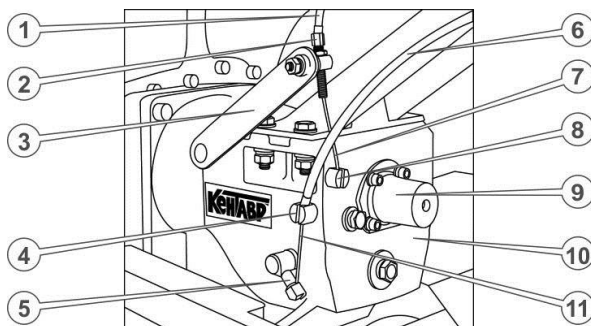

Рисунок 10. – Вал відбору потужності
30. Приєднати трос механізму аварійної зупинки двигуна, що йде від важеля на лівій рукоятці керма. Для цього зняти з троса фіксатор і відкласти його в бік, розблокувати клавішу й підняти її вгору, вставити сорочку троса в гніздо корпусу клавіші до упору, вставити трос в отвір регулювального гвинта (див. рисунок 10.), а потім в отвір у важелі механізму блокування двигуна, надіти й закріпити фіксувальний затискач.
31. Приєднати трос управління зчепленням, що йде від важеля на лівій рукоятці керма. Для цього вставити сорочку троса в гніздо головки гвинта рукоятки до упору, закрутіть до упору довгий регулювальний болт на кінці важеля зчеплення (див. рисунок 10.), вставити трос в отвір цього регулювального болта й завести кінець троса в паз фіксатора, після чого викрутити регулювальний болт до виникнення натягу троса.
32. Приєднати трос ввімкнення заднього ходу, що йде від важеля на правій рукоятці керма. Для цього вставити сорочку троса в гніздо головки гвинта рукоятки до упору, протягнути трос у паз опори (див. рисунок 10.), долаючи зусилля пружини важіль-гойдалку ввімкнення заднього ходу й завести наконечник троса в паз фіксатора на голівці важеля заднього ходу.